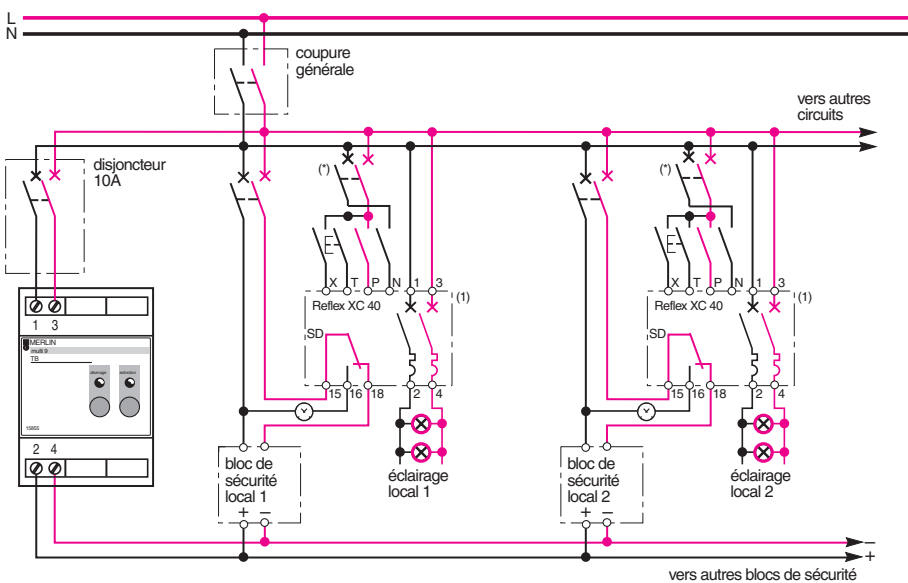

Fig. 2.
- suivant la fig. 2, dans le cas d'une commande par sortie statique